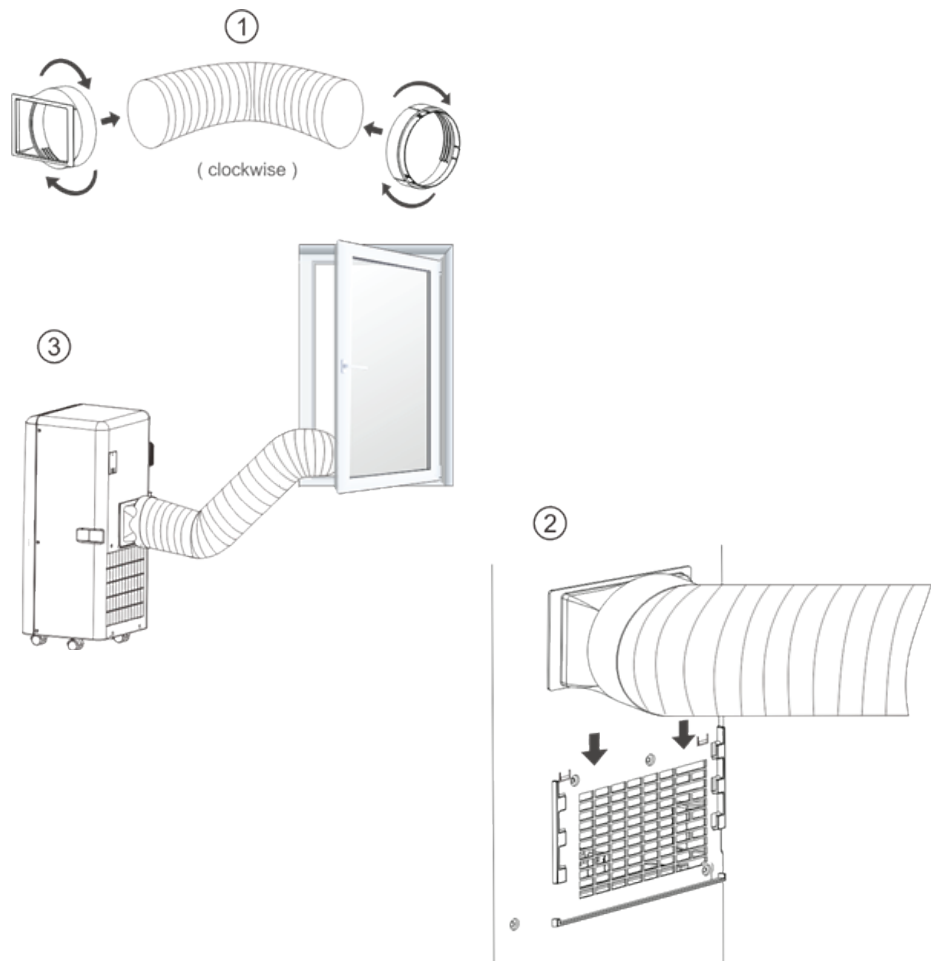

Fig.4
2. Inserte el clip de fijación cuadrado en las aberturas de la parte posterior del acondicionador de aire (véase la Fig. 4).